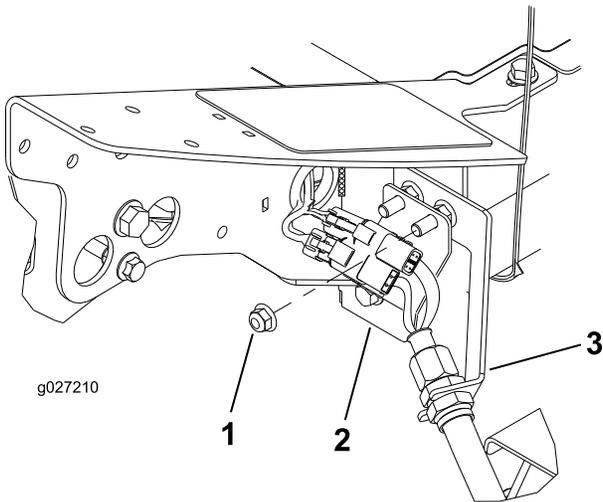

图12
1. 在机架的左前角处（4 号滚刀组位置），拆下将隔板支架固定到机器的额外凸缘头螺母（图12）。
3. 将接头板插到隔板安装螺栓上，接头位置如图12所示。